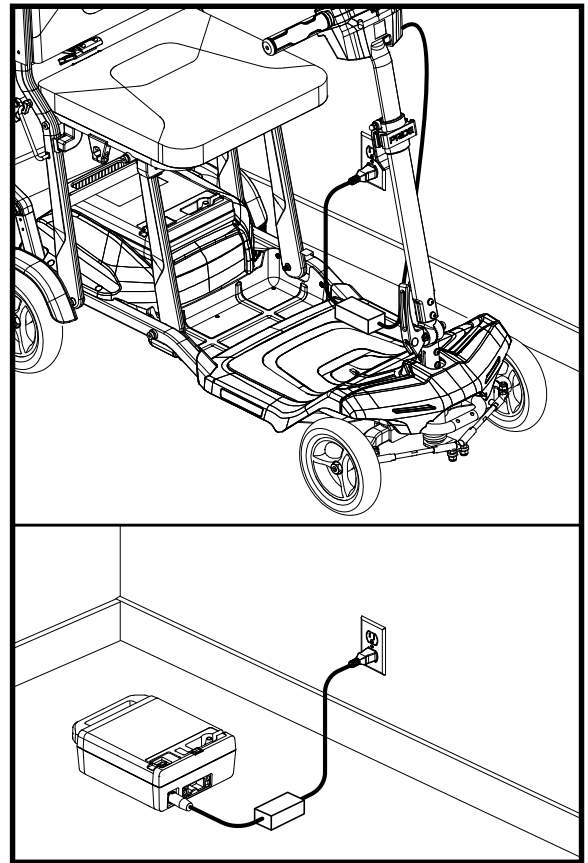

Figure 9. Batterie en charge
1. Placez votre scooter à côté d'une prise électrique. Voir la figure 9.
5. Branchez le cordon d'alimentation du chargeur dans la prise électrique murale. Voir la figure 9.
6. Attendez deux (2) minutes. Deux (2) voyants rouges sur le chargeur indiquent que la charge a commencé.